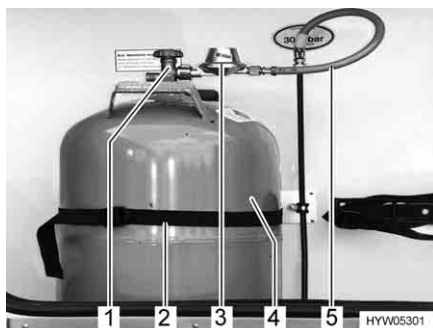

Fig. 44 Vano portabombole
- Chiudere la valvola principale di arresto (Fig. 44,1) della bombola del gas (Fig. 44,4). Osservare la direzione della freccia.
- Svitare manualmente il regolatore di pressione del gas (Fig. 44,3), con il tubo del gas (Fig. 44,5), dalla bombola del gas (filettatura sinistrorsa).
- Allentare le cinghie di fissaggio (Fig. 44,2) ed estrarre la bombola del gas.